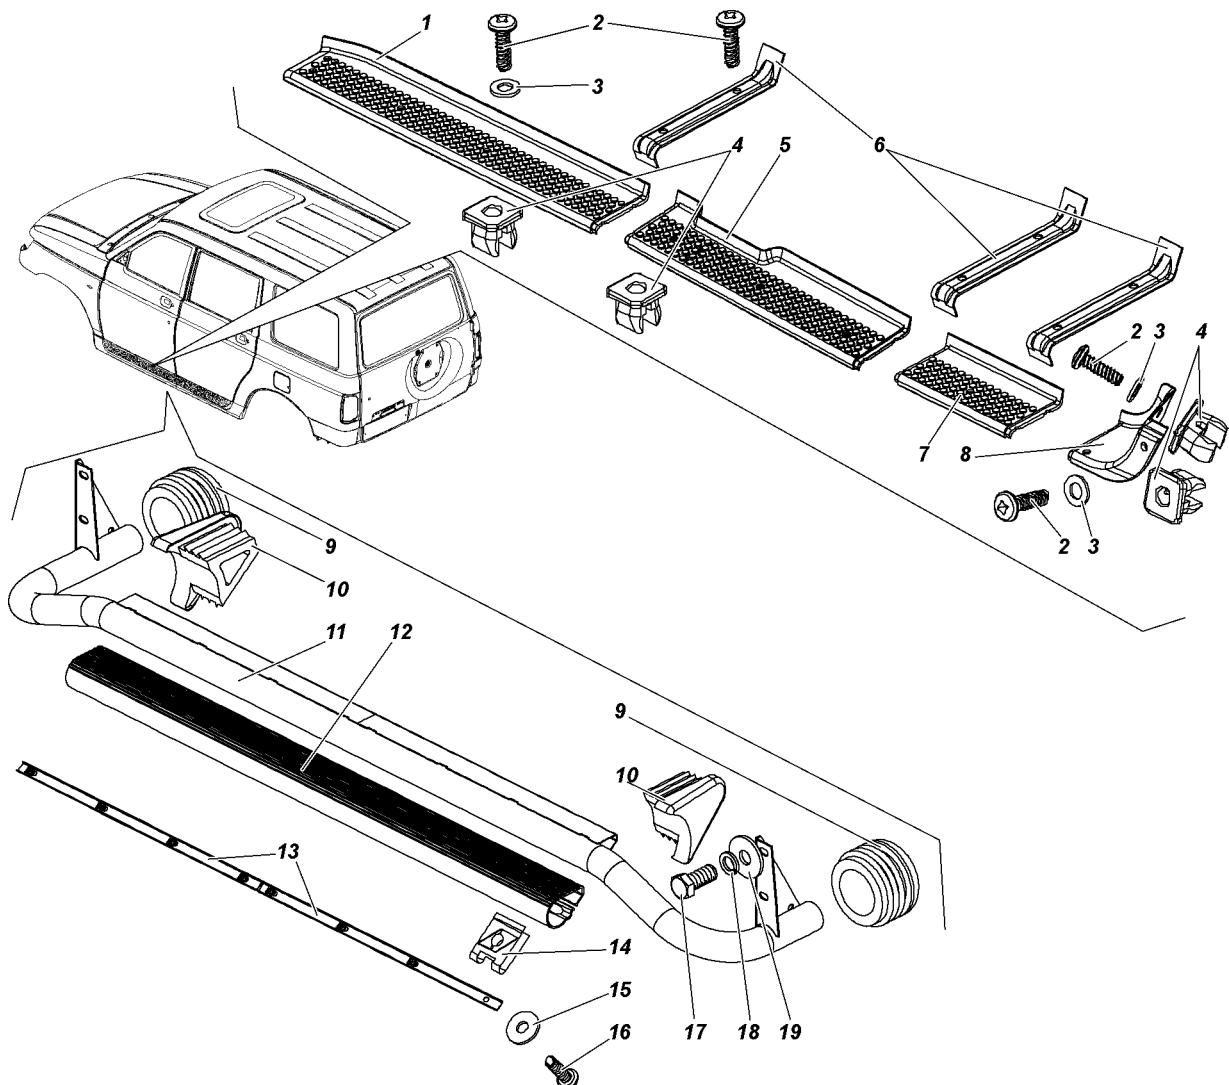

Рис. 15.20. Подножки:
При деформации накладок 1, 5, 7 и 8 (см. рис. 15.20) подножки снимите их, выпрямите и вновь установите. Для снятия накладок необходимо отвернуть восемнадцать
1. Отверните болты 17 и выньте их вместе с шайбами 18 и 19 (см. рис. 15.20).